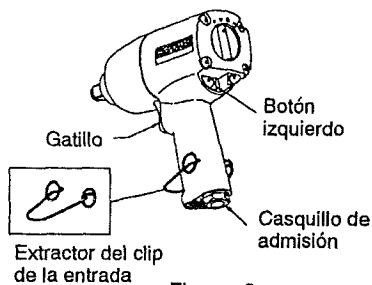

Figura 6
NOTA: Para facilitar el desmontaje recomendamos utilizar el extractor de clips de admisión (43). Véase la figura 6.